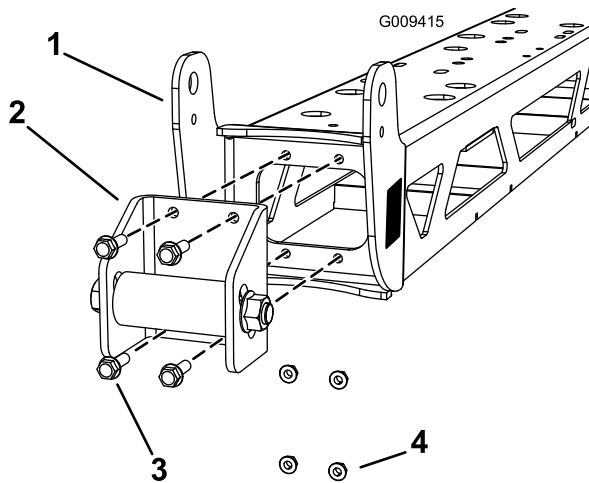

Bild 1
2. Entfernen Sie die vier Schrauben (5/16 x 1 Zoll) und Muttern (5/16 Zoll) mit denen die Anschläge am mittleren Auslegerrahmen befestigt sind, wie in (Bild 1) dargestellt.